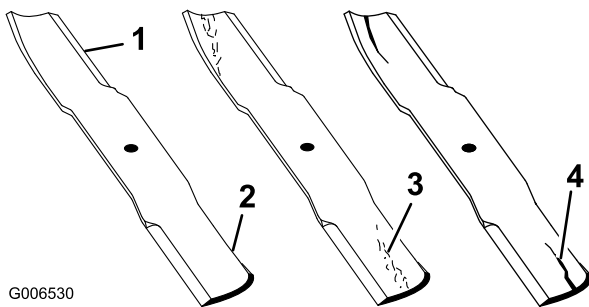

Figura 55
1. Inspeccione los filos de corte (Figura 55). Si los bordes no están afilados o tienen muescas, retire las cuchillas y afílelas. Consulte Afilado de las cuchillas.
2. Inspeccione las cuchillas, especialmente la parte curva (Figura 55). Si observa fisuras, desgaste o la formación de una ranura en esta zona (elemento 3. en la Figura 55), instale una cuchilla nueva.